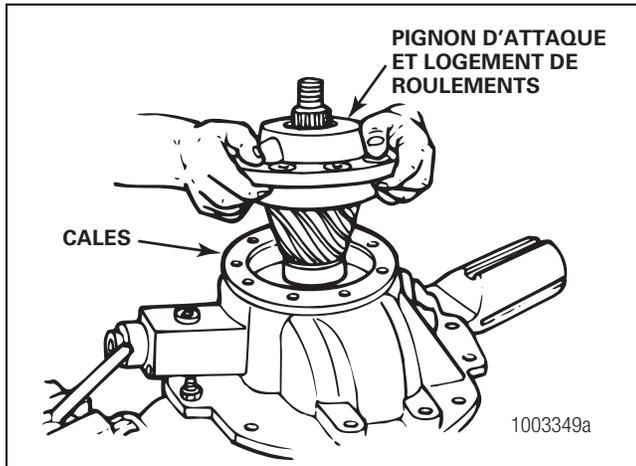

Figure 3.25
- Si le logement de roulements semble coincé dans la tête de pont : utiliser un maillet (en laiton, plastique ou cuir) pour taper sur le logement de roulements à différents endroits autour de la chape. Figure 3.25.